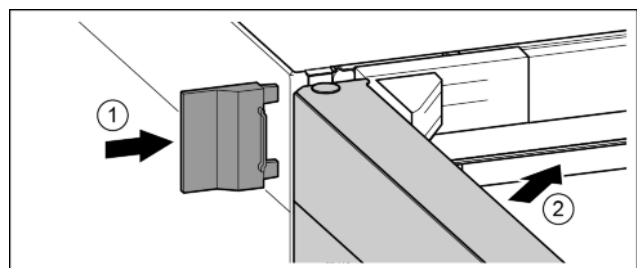

Fig. 23
- ▶ Надвинуть внешнюю крышку. Fig. 23 (1)
- ▶ Закрыть верхнюю дверь. Fig. 23 (2)